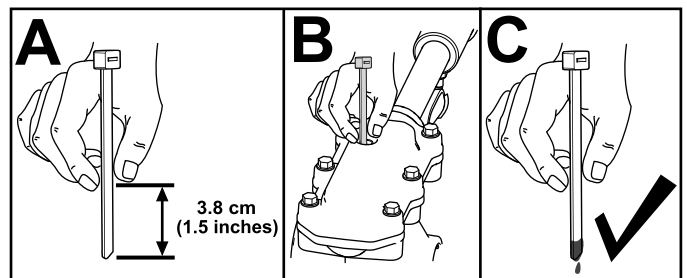

Рисунок 34
- Проверьте уровень масла, используя подходящее приспособление для измерения, такое как чистая кабельная стяжка. Уровень масла должен находиться приблизительно на 3,8 см ниже отверстия заливной горловины (Рисунок 34).